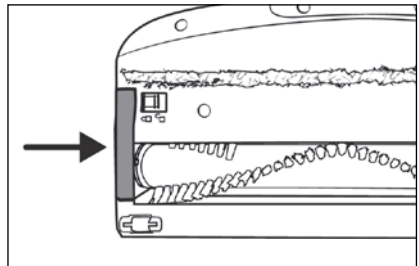

Fig. 32
- 6) Remplacez le support de rouleau de brosse 20 dans la brosse de sol 22. Poussez-le vers le bas jusqu'à ce qu'il s'enclenche dans la brosse de sol 22 avec un clic (voir fig. 32).